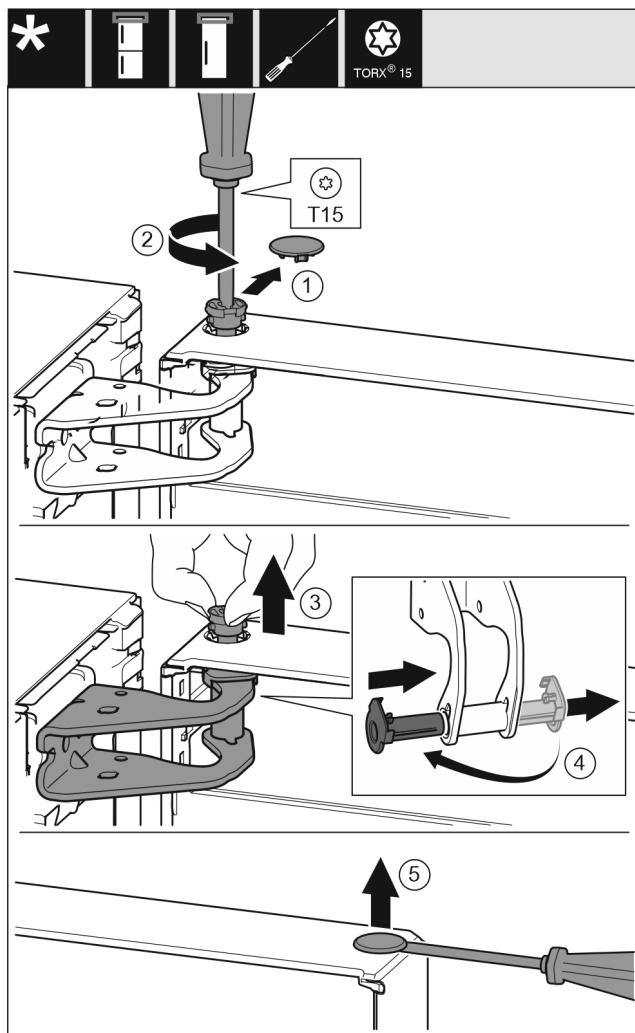

Fig. 10
- Осторожно снимите предохранительную крышку. Fig. 10 (1)
- Немного выкрутите палец отверткой T15. Fig. 10 (2)
- Удерживая дверь, извлеките палец вручную. Fig. 10 (3)
- Опорную втулку вытяните из направляющей. Установите и зафиксируйте с другой стороны. Fig. 10 (4)
- Осторожно приподнимите и извлеките при помощи шлицевой отвертки заглушку из опорной втулки двери. Fig. 10 (5)